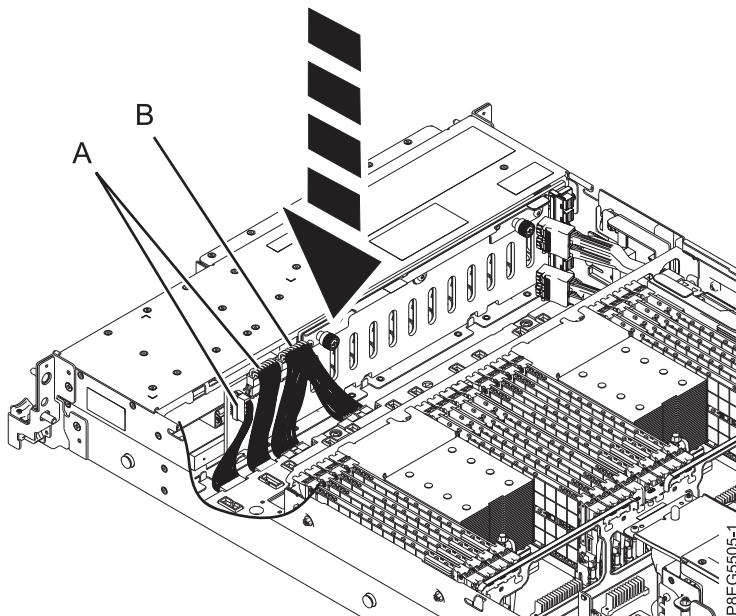

Figura 7. Reconexión de los cables de señal, panel de control y alimentación
5. Vuelva a conectar los cables de señal y de panel de control (A), y el cable de alimentación Y (B), a la placa posterior de la unidad de disco, como se muestra en la Figura 7 en la página 9.